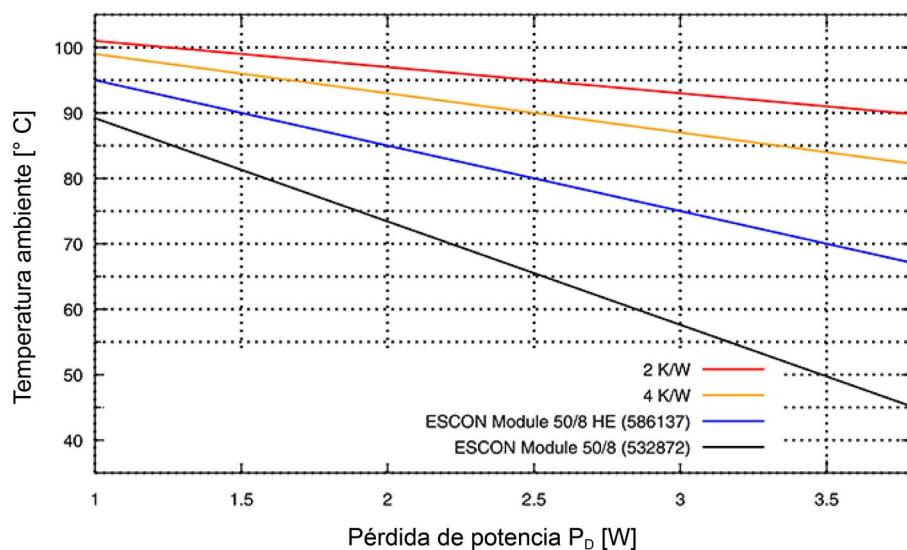

Figura 2-2 Derating temperatura ambiente / cuerpo refrigerante necesario
Rango ampliado ^{*1)}	6000...10 000 m MSL Derating: Temperatura ambiente (→ Figura 2-2) menos 11 °C
3) →Figura 2-2